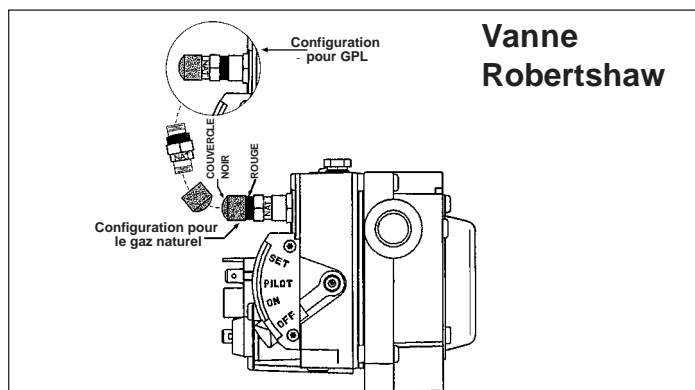

Figure 34. Détendeur mixte
- h. Pour les vannes de gaz Robertshaw avec un détendeur mixte (figure 34), enlever le couvercle arrière et dévisser le convertisseur qui se trouve sur la vanne de gaz. Retourner le convertisseur (pour GPL, la bague rouge se trouve au bas et l'estampille « LP » est à l'endroit sur le côté droit). Visser ensuite le convertisseur dans le détendeur, à la main, plus un huitième de tour, et remettre le couvercle noir en place sur le dessus du convertisseur pour protéger les filets.